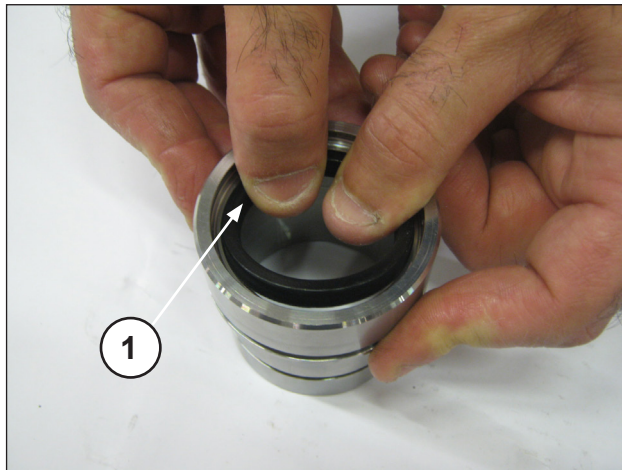
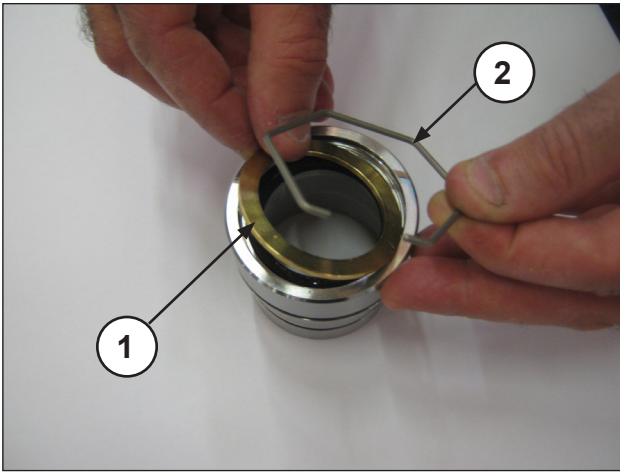
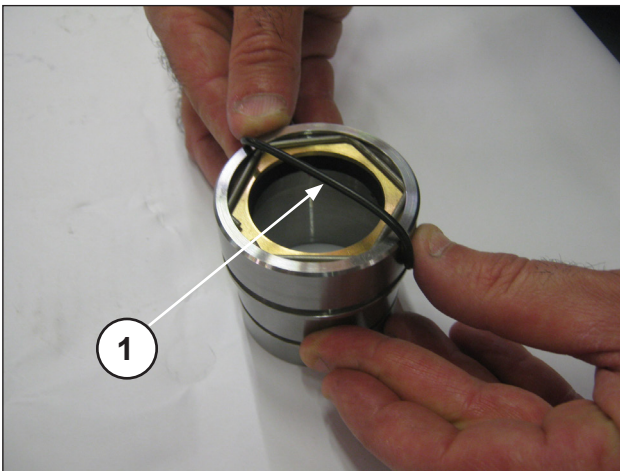

Abb. 29
Abb. 30
Abb. 31
Setzen Sie die ND-Dichtung in den Halter der Stopfbuchse ein (Pos. ①, Abb. 29) und achten Sie hierbei auf die Einbaurichtung mit nach vorn gerichteter Dichtlippe (zum Kopf hin). Danach den Dichtring, den Sicherungsring (Pos. ①②, Abb. 30) und den O-Ring (Pos. ①, Abb. 31) einsetzen.